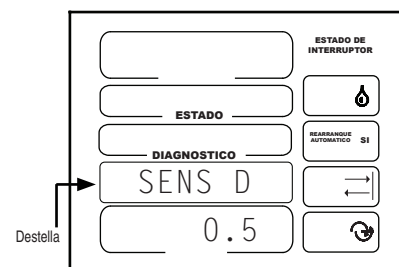

Figura 47-1
2. Pulse  ocho veces para acceder a la pantalla de sensibilidad de la dirección. Vea la Figura 47-1.